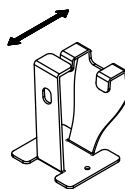

Рисунок 7 – Крепление Трос
5.8.2. Оденьте крепления на трос. При необходимости разведите лепестки крепления (см. рисунок 7).